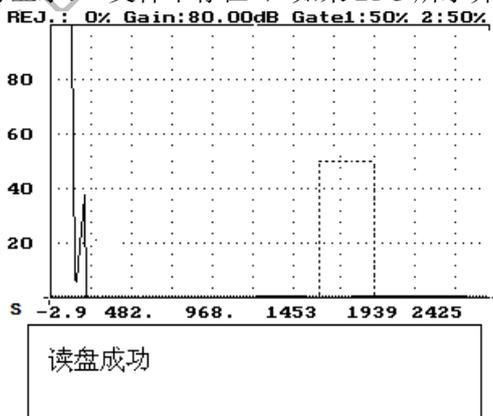
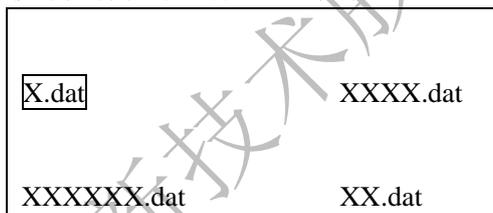

图 21-2
图 21-4
- ①、按进入键或退出键——在屏幕下方显示出仪器内存储的所有波形文件编号菜单，如图 21-4 所示，同时在第一个波形文件编号上有“口”光标。
- ②、按方向键——移动“口”光标到选择所需调出的波形文件编号上。
③、
- a、按进入键——调出所需的波形文件，并在屏幕下方显示：“读盘成功”，如图 21-2 所示，同时在屏幕上方显示出所调出的波形和测试状态，并且返回处理菜单。
按退出键——确认原有的波形文件编号，调出所需的波形文件，如果仪器内存储有该编号文件，则在屏幕下方显示：“读盘成功”，如图 21-2 所示，同时在屏幕下方显示出所调出的波形和测试状态，并且返回处理菜单。如果仪器内存储没有该编号文件，则
- ①、按下方向键——删除原有的波形文件编号。
- ②、按进入键或退出键——在屏幕下方显示出仪器内存储的所有波形文件名编号菜单，如图 21-4 所示，同时在第一个波形文件编号上有一“口”光标。
- ③、按方向键——移动“口”光标到选择所需调出的波形文件编号上。
- ④、